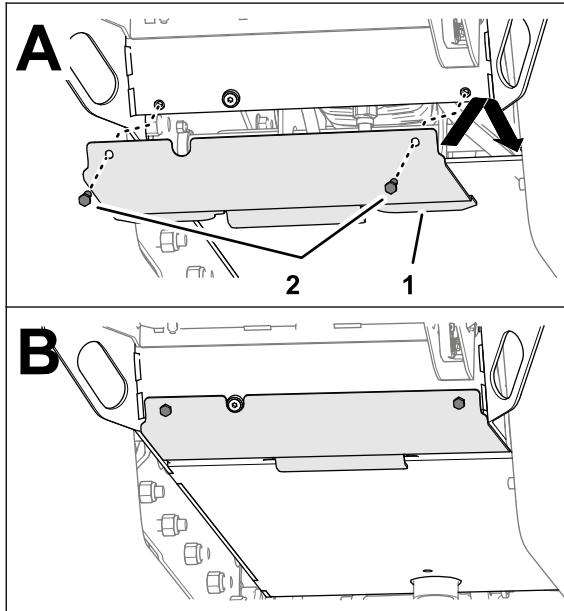

Figura 18
1. Alinee la pestaña de la cubierta inferior con la placa del bastidor de la máquina (Figura 18).
2. Alinee los orificios de la cubierta inferior con la placa del bastidor (Figura 18).
3. Monte la cubierta inferior en la placa del bastidor (Figura 18) con los 2 tornillos de caperuza ( $\frac{3}{8}$ " x 1") que retiró anteriormente.